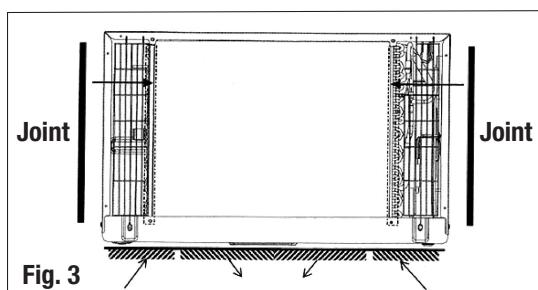

Fig. 3
1. Fixez les 2 joints (1" x 3/8" x 14"), comme indiqué à la Fig. 3.